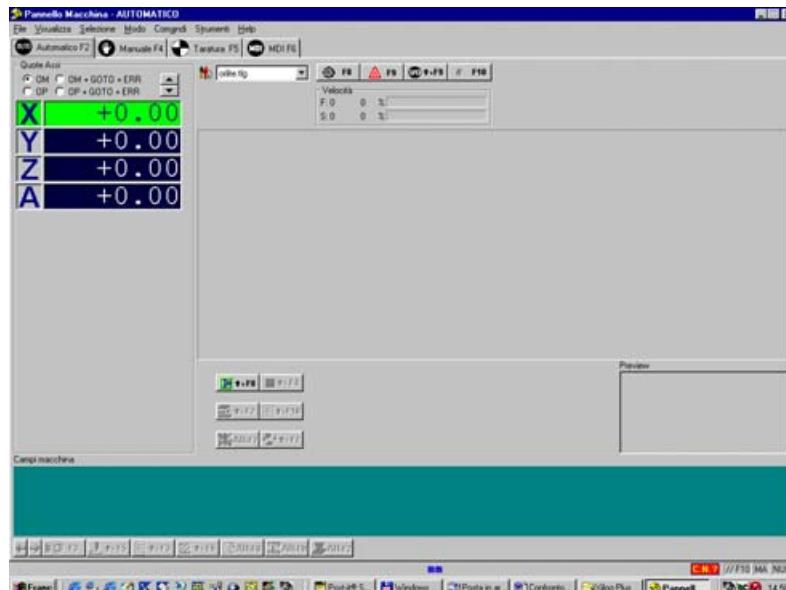

Fig. 6.2.1c
- Quando compare la videata di fig. 6.2.1c si può attivare la macchina premendo il pulsante bianco R che si accende.